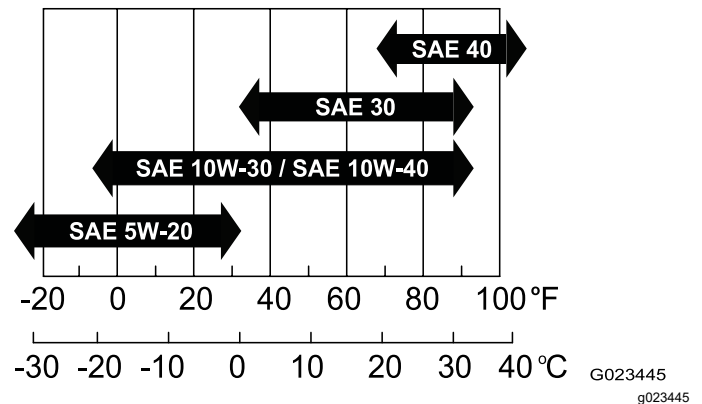

Figure 32
- **Viscosité :** SAE 30 ; reportez-vous au tableau suivant pour d'autres viscosités (Figure 32) :